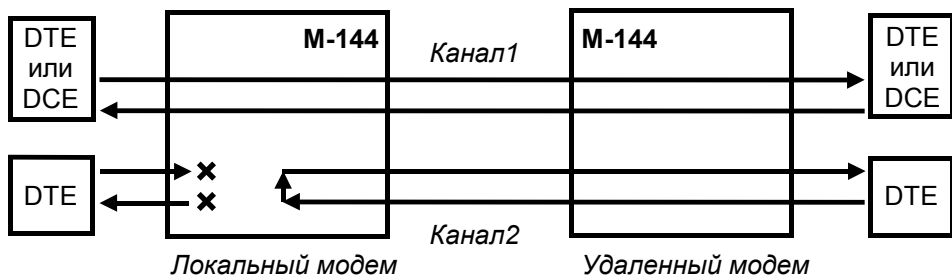

Рис. 24. Пример организации проверки в режиме DL - «цифровой шлейф» для канала 2
Тест позволяет осуществить проверку канала передачи данных номер 1(2), образованного портами 1(2) модемов (см. Рис. 24).